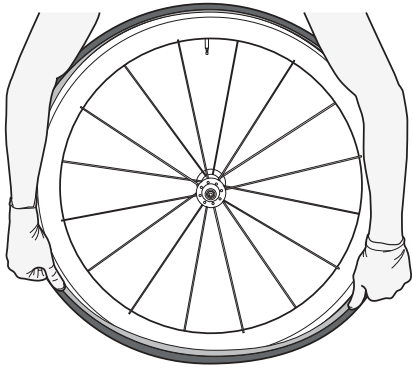

Figura 35.
7. Siga introduciendo la cubierta en la llanta hasta que sólo queden unos centímetros fuera del labio (Figura 35).